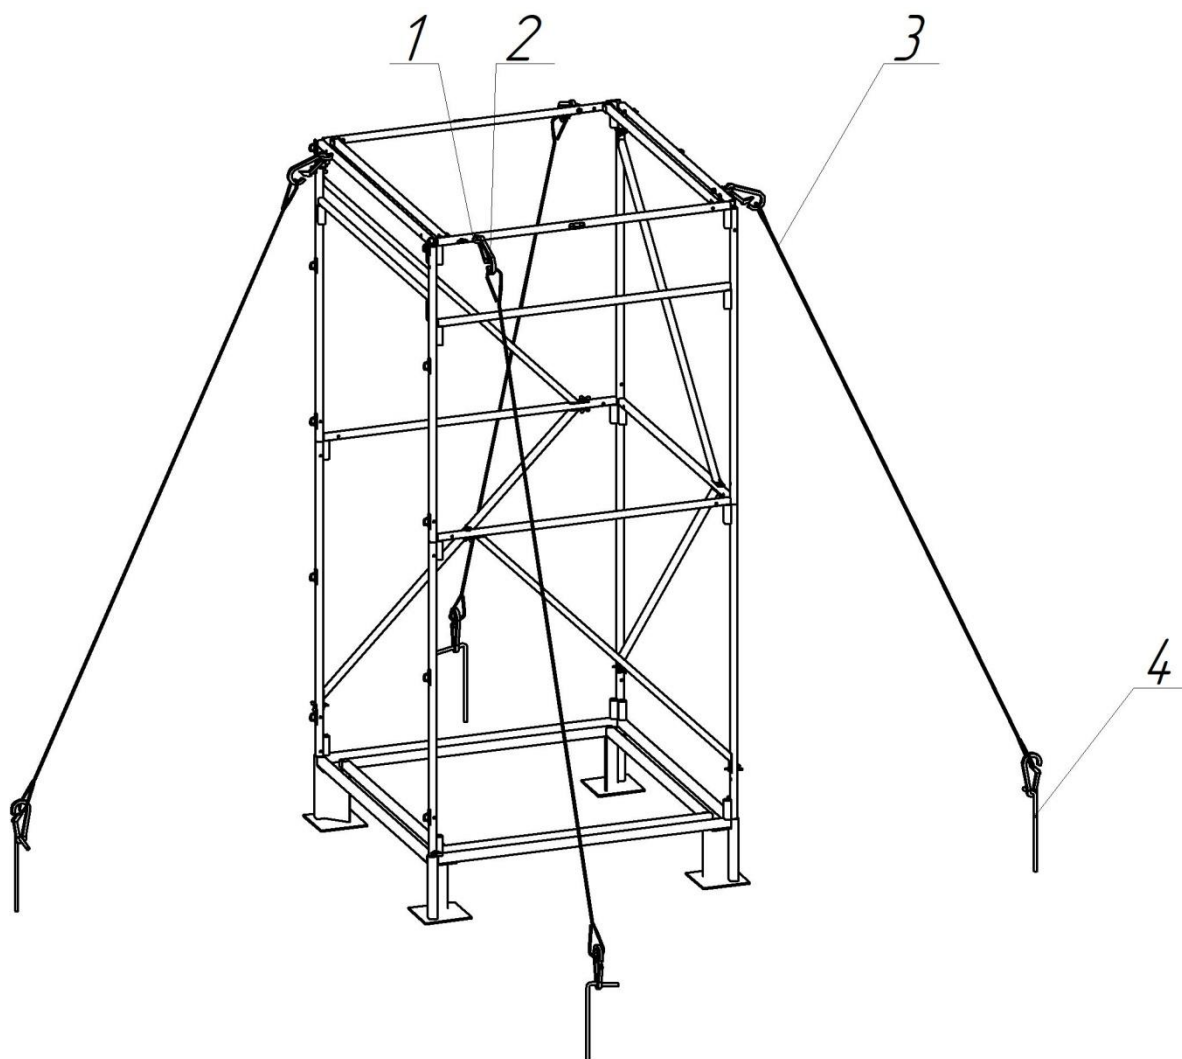

**Рисунок 2 - Схема сборки каркаса переносного душа**
Сборку каркаса (рис. 2) следует начинать с нижнего яруса и производить в следующей последовательности:
- открыть ящик №1, извлечь каркас поддона душевого поз. 1 (рис. 2),